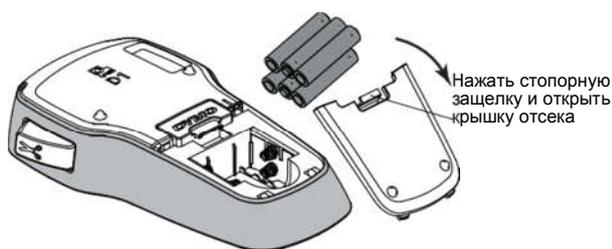

Рисунок 2
- 1 Для снятия крышки батарейного отсека надо нажать на стопорную защелку. См. Рис. 2.